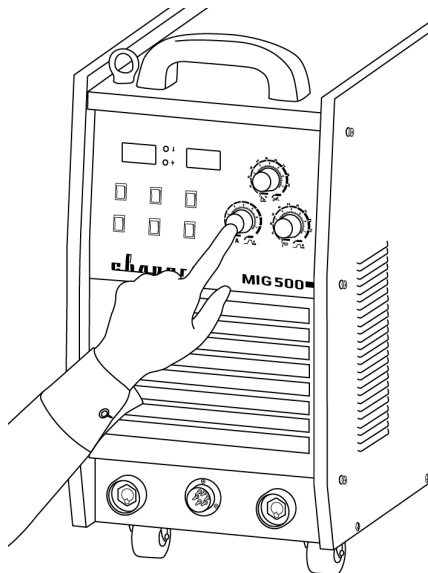

Рис. 10.3. Регулятор силы сварочного тока.
2. Выставьте необходимое значение силы тока (См. рис. 10.3).